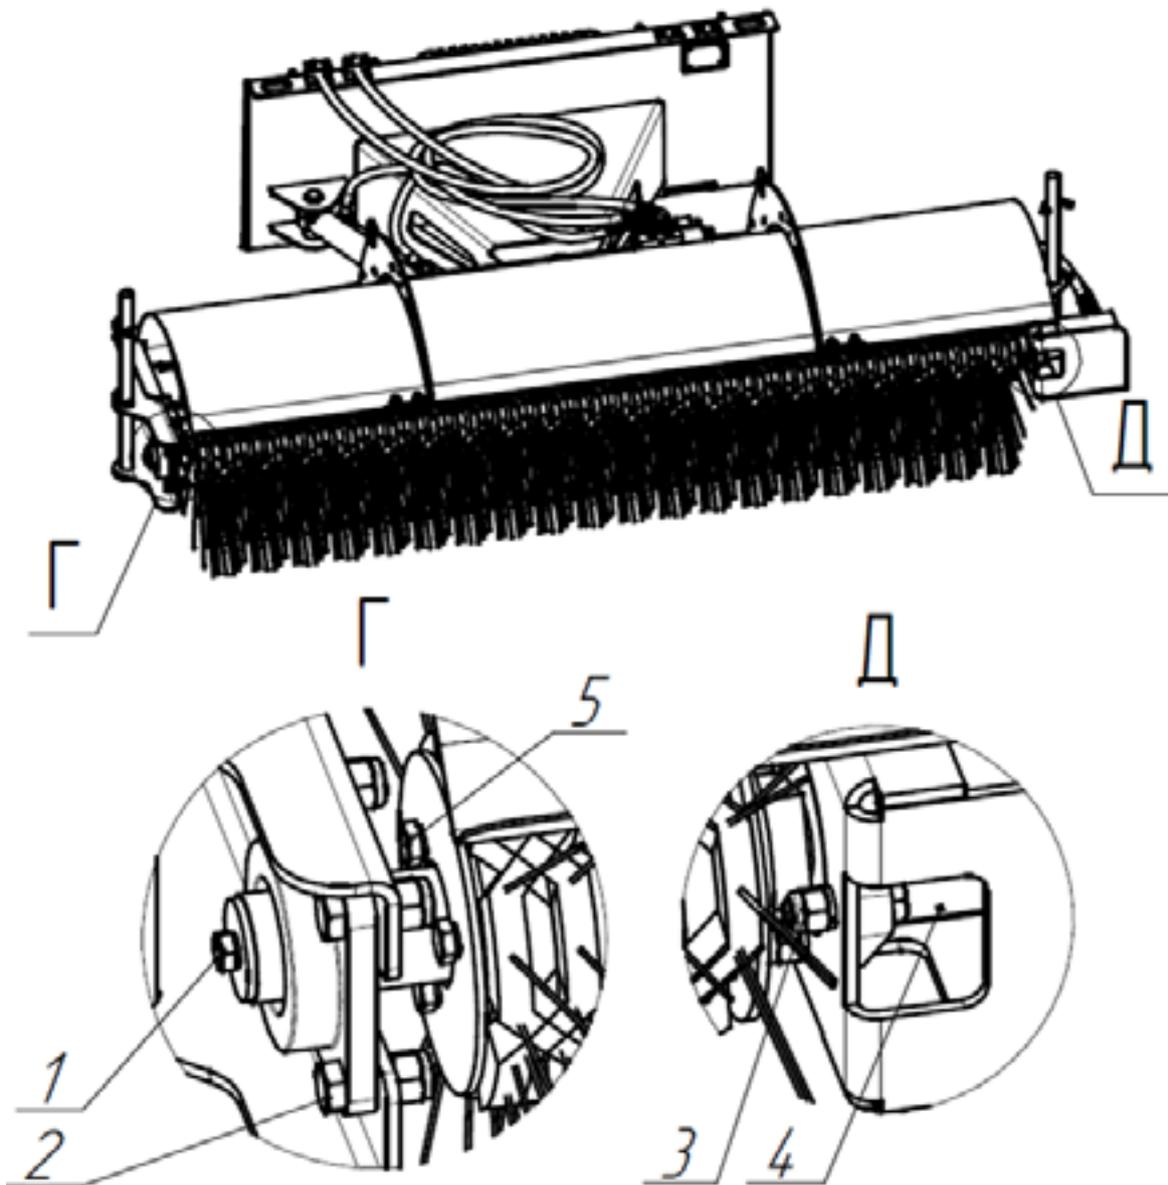

Рис. 13 - Замена щеточных дисков
- Отверните и извлеките болт поз. 1 (Рис. 13) и шайбу крепления подметающего катка к корпусу подшипника.